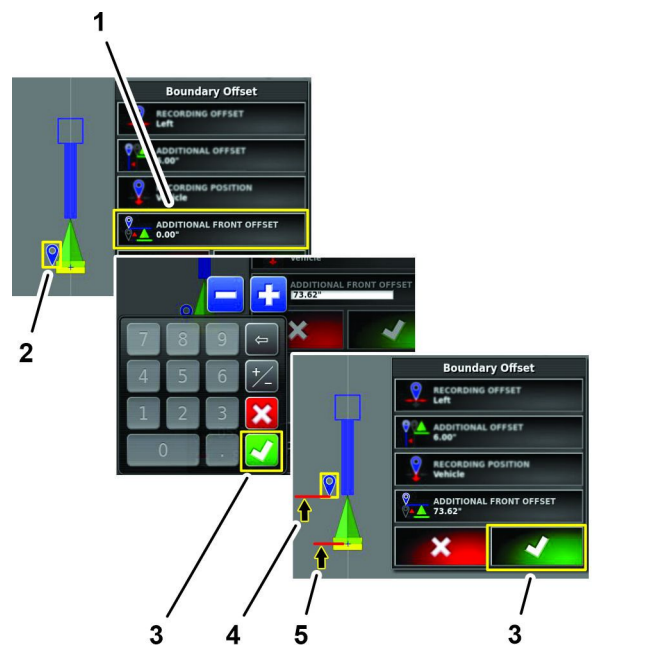

図 200
1. 追加前方オフセットアイコンを押す 図 200。
2. 画面内キーパッドから前方オフセット距離を入力し、承認アイコンを押す 図 200。